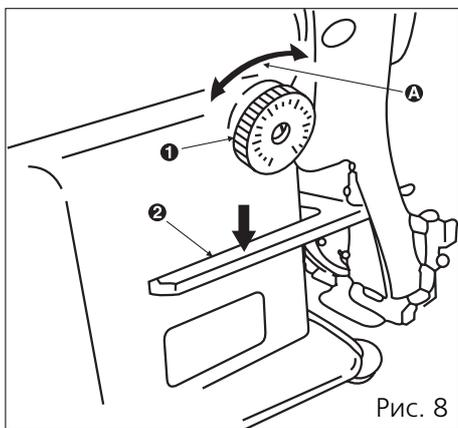

Рис. 8
1. Вращайте диск регулировки длины стежка (1) рис.8, в направлении, указанном стрелкой, чтобы совместить желаемую цифру диска (1) с отметкой (A) на рукаве машины.
2. Диск (1) откалиброван в миллиметрах.
3. Если вы хотите уменьшить длину стежка, поверните диск (1) по часовой стрелке при нажатом рычаге (2) обратной подачи материала. Для увеличения длины стежка поверните диск (1) против часовой стрелки.